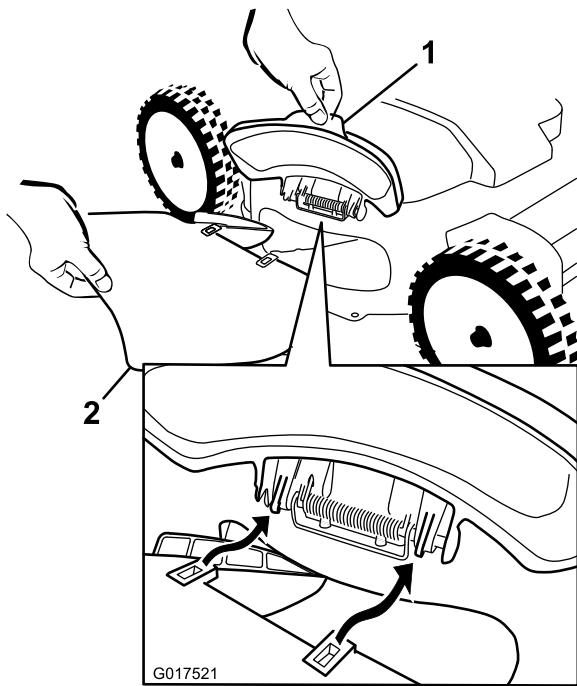
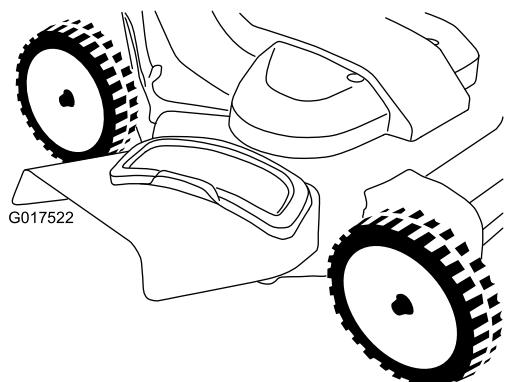

Рисунок 29
Рисунок 30
- Поднимите боковой отражатель выброса в открытое положение (Рисунок 29).
2. Установите боковой желоб для выброса, как показано на Рисунок 29 и Рисунок 30, и закройте отражатель на желобе.